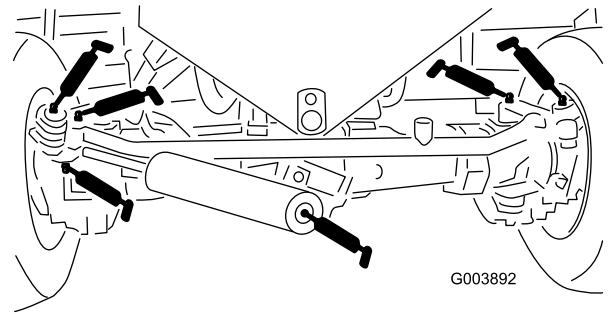

Bild 45
- 2 Schmiernippel an der Spurstange der Hinterachse (Bild 45)
- 2 Schmiernippel an den Kugelgelenken des Lenkzylinders (Bild 45)
- 2 Schmiernippel an den Lenkgelenken der Achse (Bild 45)
- 2 Schmiernippel am Hinterachsengelenk (Bild 45)